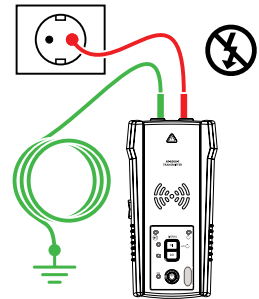

Figura 3.1b
**ATENCIÓN:** Por razones de seguridad, esto solo se permite en circuitos desenergizados. (consulte la Figura 3.1b) No utilice un cable a tierra que esté ubicado paralelo al cable que rastreará, puesto que